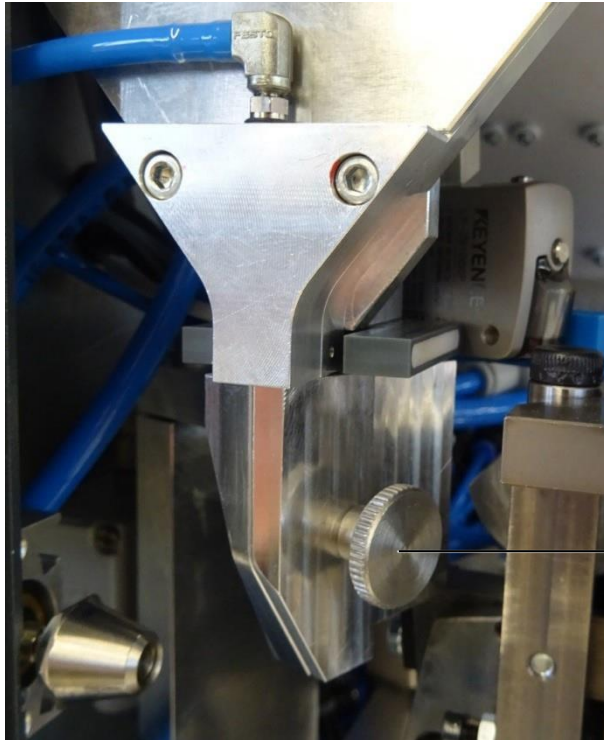

Fig. 17 : tube de descente
- Démontez le couvercle du tube de descente. Desserrer pour cela la vis moletée (fig. 17, pos. 1).